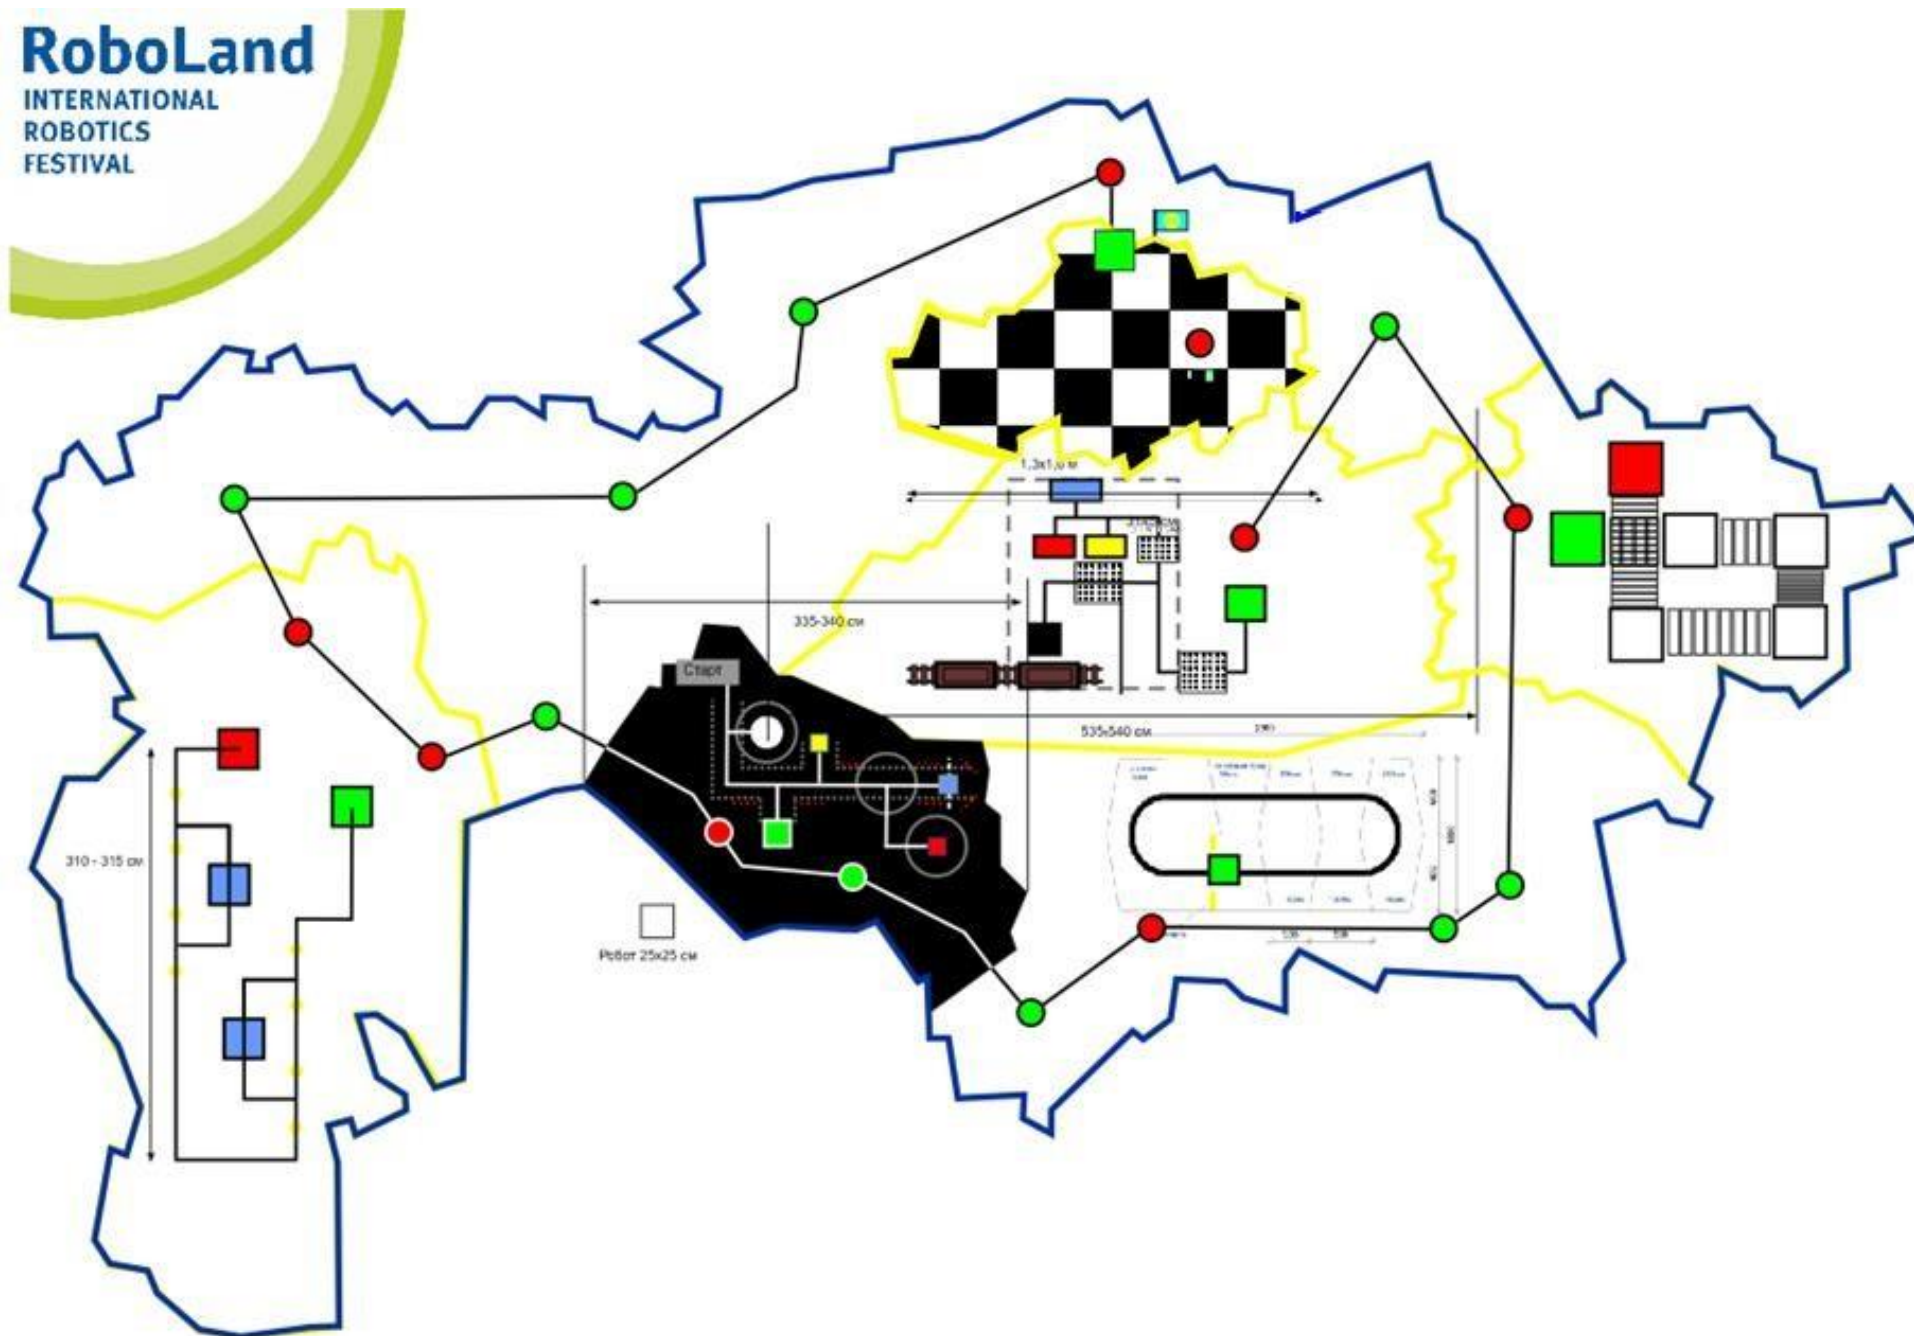

Рис.1. Образец карты «Roboland Kazakhstan»
2.1. Габариты полигона 15x12 м (рис.1)